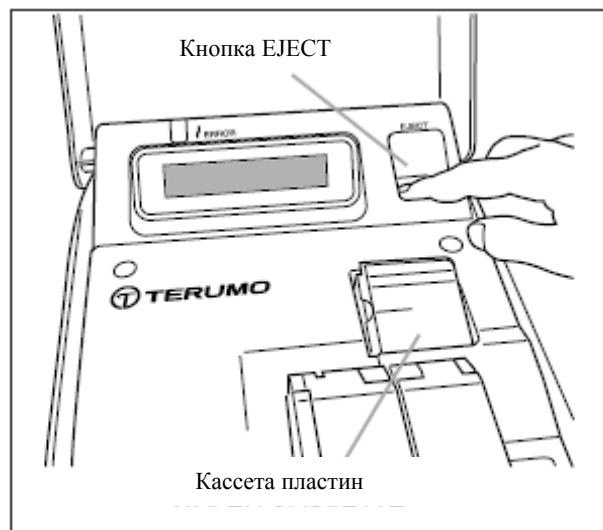

Рис. 14
2. Нажмите кнопку EJECT (смотрите рис. 14). Удаленный конец кассеты выскочит настолько, что его можно взять рукой и вытащить из отсека.